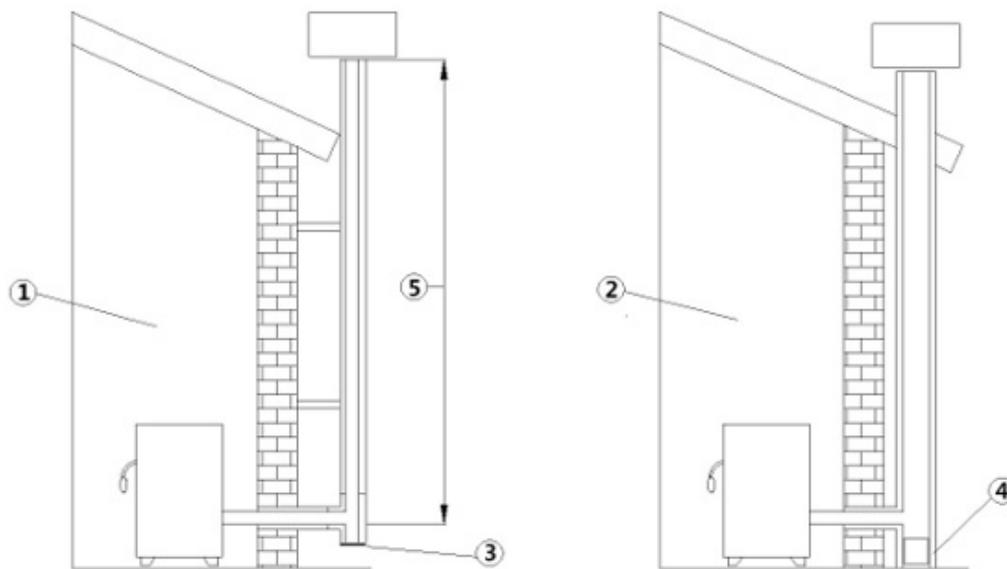

Fig. 2 - Canne fumarie
LEGENDA	Fig. 2
- La canna fumaria deve essere singola (vedi Fig. 2) con tubi inox isolati (1) o su canna fumaria esistente (2).
- Entrambi le soluzioni devono avere un tappo d'ispezione (3) e/o portina d'ispezione (4).